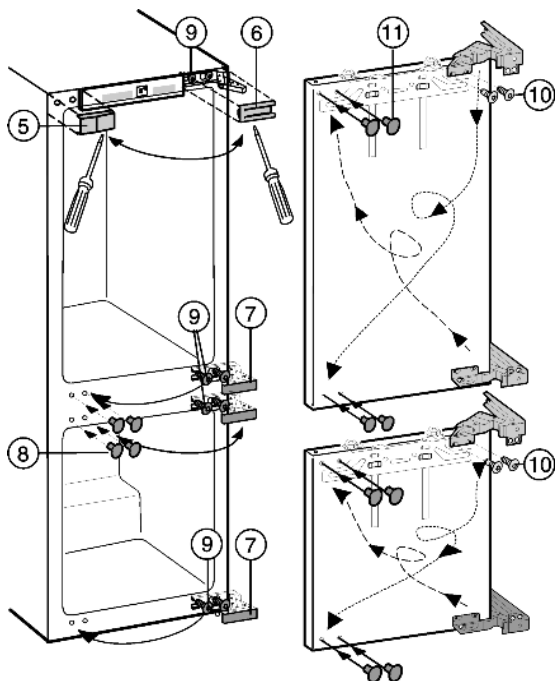

Fig. 4
- ▶ Abdeckungen Fig. 4 (5,6,7,8) mit einem Schlitzschraubendreher nach vorn abheben.
- ▶ Schrauben Fig. 4 (9) oben und unten am Gerätekörper nur lösen.
- ▶ Schrauben Fig. 4 (9) auf die Gegenseite umsetzen, kurz einschrauben.
- ▶ Schrauben Fig. 4 (10) herausdrehen und die Scharniere diagonal umschlagen.
Die Schrauben Fig. 4 (10) sind selbstschneidend: Akku-Schraubendreher verwenden.
- ▶ Mit Stopfen Fig. 4 (11) die freigewordenen Befestigungslöcher verschließen.
- ▶ Türen in die vormontierten Schrauben Fig. 4 (9) einhängen und Schrauben festziehen.
- ▶ Alle Abdeckungen Fig. 4 (5,6,7,8) wieder montieren.